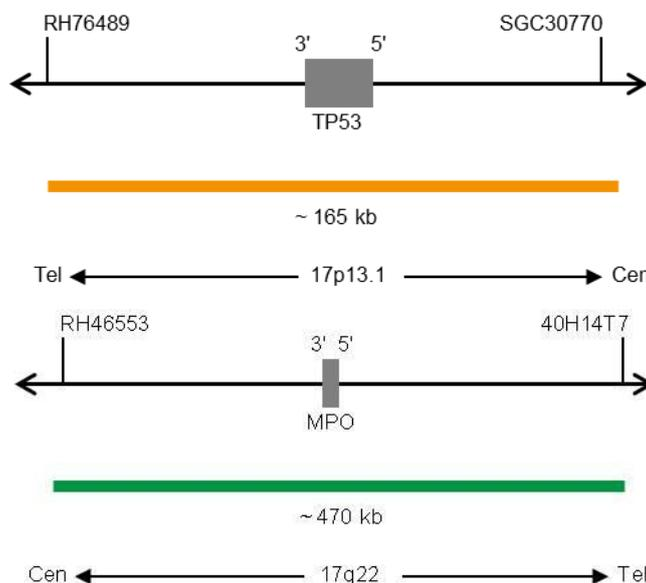

Fig. 1: En haut : Carte de la sonde SPEC TP53 ; En bas : Carte de la sonde SPEC 17q22 (pas à l'échelle)
- Polynucléotides marqués au ZyOrange (excitation 547 nm/émission 572 nm) (~4,5 ng/μl), qui ciblent une séquence de 17p13.1* (chr17:7,495,749-7,663,022) hébergeant la région du gène TP53 (voir figure 1).
- Polynucléotides marqués au ZyGreen (excitation 503 nm/émission 528 nm) (~4,5 ng/μl), qui ciblent une séquence de 17q22* (chr17:56,124,338-56,594,220) (voir figure 1).